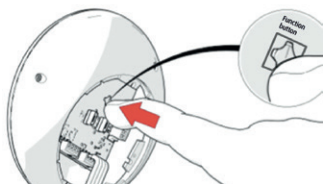

Bild 1: Drücken Sie die „Function button“-Taste.
- Drücken Sie die „Function button“-Taste einmal (Bild 1).
- Drücken Sie die „Function button“-Taste zweimal kurz hintereinander und warten Sie (Bild 1).
- Drücken Sie die „Function button“-Taste dreimal kurz hintereinander und warten Sie (Bild 1).
- Drücken Sie die „Function button“-Taste viermal kurz hintereinander und warten Sie (Bild 1).